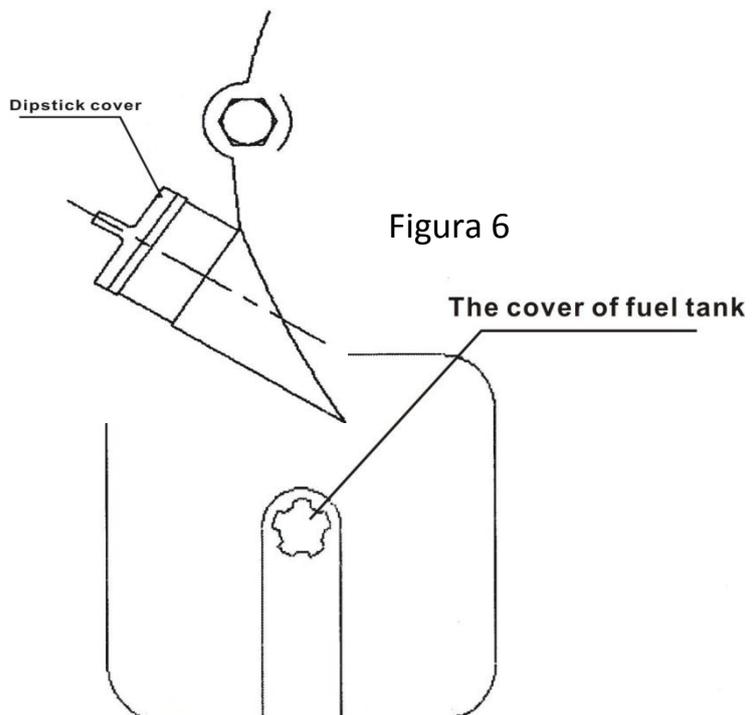

Figura 6
9.3. Aprire il coperchio e tirare fuori l'asta di livello. Vedere la figura 6. Olio motore 10W-30 e 5W-30 sono disponibili. Riempire di olio motore tra il minimo e massimo sull'astina di livello.